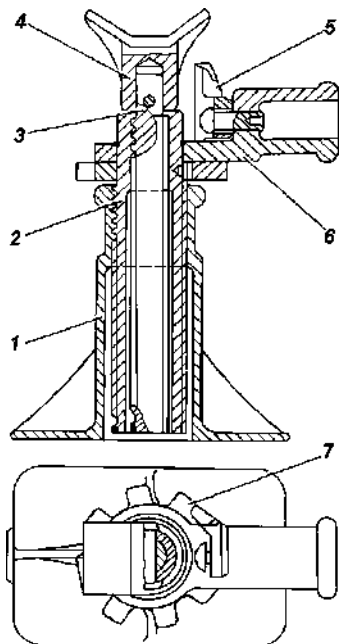
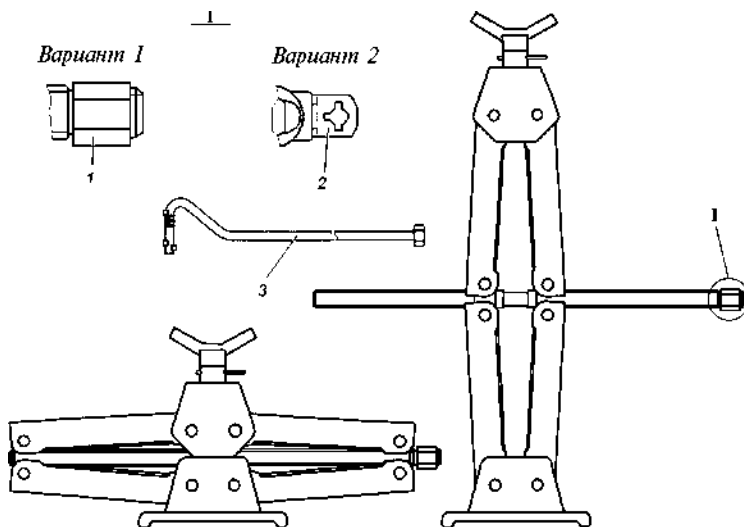

Рис. 10.1. Домкрат:
Рис. 10.2. Домкрат:
**Домкрат** (рис. 10.1 или 10.2) предназначен для вывешивания колес автомобиля при его техническом обслуживании или ремонте. Грузоподъемность домкратов 2 т. Наибольшая высота подъема домкрата, приведенного на рис. 10.1 - 240 мм, на рис. 10.2 - 295 мм.
**Последовательность действий для вывешивания колеса при применении домкрата, приведенного на рис. 10.1:**
### **Последовательность действий для вывешивания колеса при применении ромбического домкрата, приведенного на рис. 10.2:**